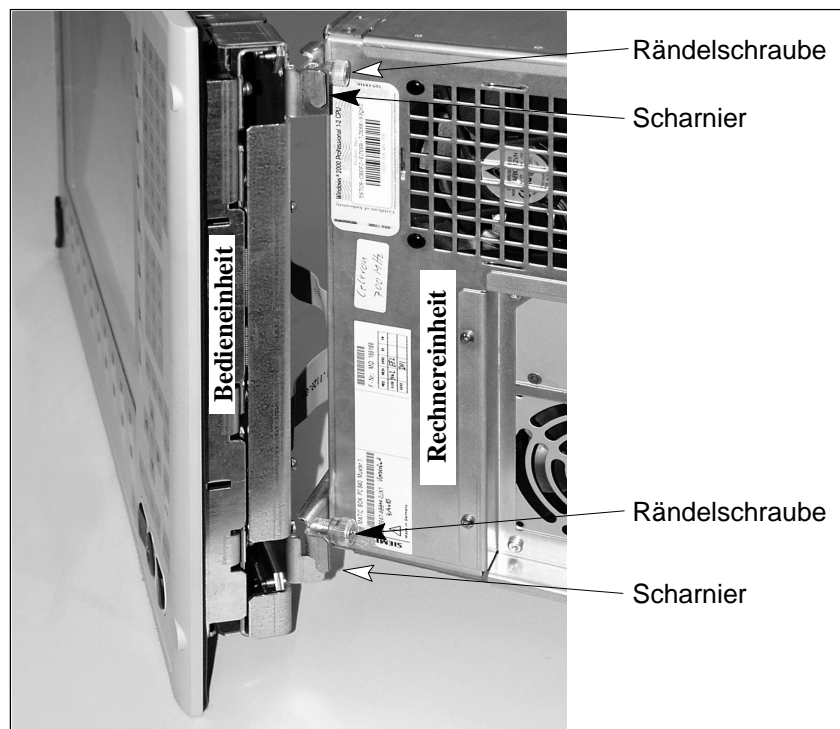

Bild 3-5 Zusammenbau von Bedien- und Rechereinheit
3. Hängen Sie die Rechneinheit in die Scharniere ein (s. Bild 3-5).